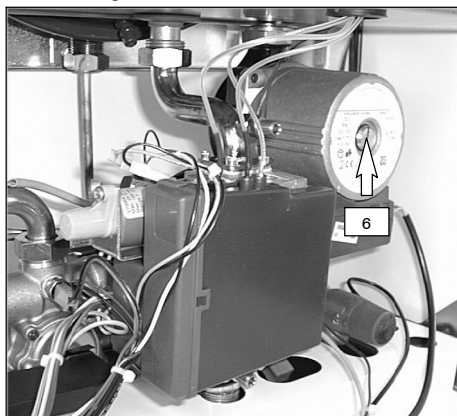

fig. 4.9
- 14 Procedere allo sfiato dell'aria nel circolatore allentando il tappo (6 in fig. 4.9). Nel caso sia necessario eseguire lo sblocco del circolatore, tirate il tappo del circolatore verso di voi e ruotatelo nel senso indicato dalla freccia apposta sulla targhetta.